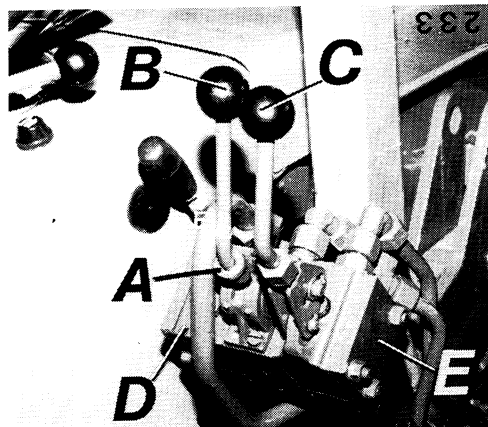

Abb. 19
Zusätzlich zweiter Hydraulikkreis (B/16 bzw. Abb. 19)
Doppeltwirkende (dw-) Zusatzventile SB1 im zweiten Kreis (Abb. 19) ohne Rastung in "Heben" und "Drücken" (Mittenzentrierung).
e) SB1-Zusatzventile im zweiten Kreis (B/16 bzw. Abb. 19)
Muß die hydraulische Kreiselegge während des Betriebes seitlich ein- und ausgeschwenkt werden, so ist der zweite Hydraulikkreis (Abb. 19) erforderlich.
Das seitliche Aus- und Einschwenken wird mit den SB1-Zusatzventilen des zweiten Hydraulikkreises (Abb. 19) gesteuert.